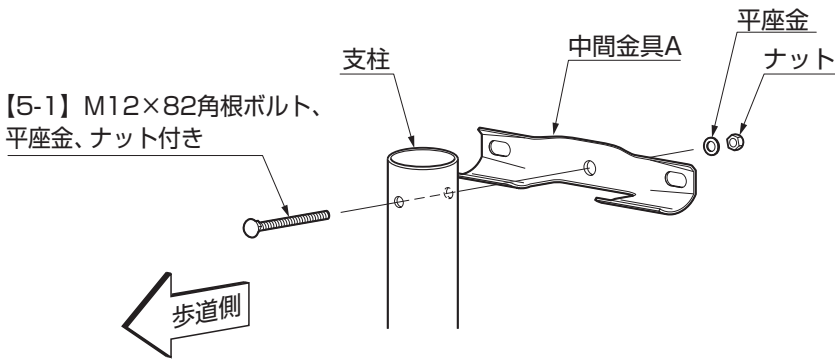

図3-1
- ① 中間金具Aを支柱に【5-1】で固定してください。(図3-1)